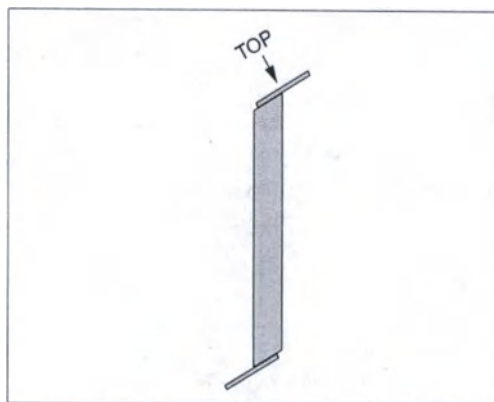

Рис. 3-2. Установка фиксаторов для транспортировки
- Привинтите нижний конец фиксатора к раме (верхний конец помечен маркировкой TOP (Верх), см. рис. 3-2).